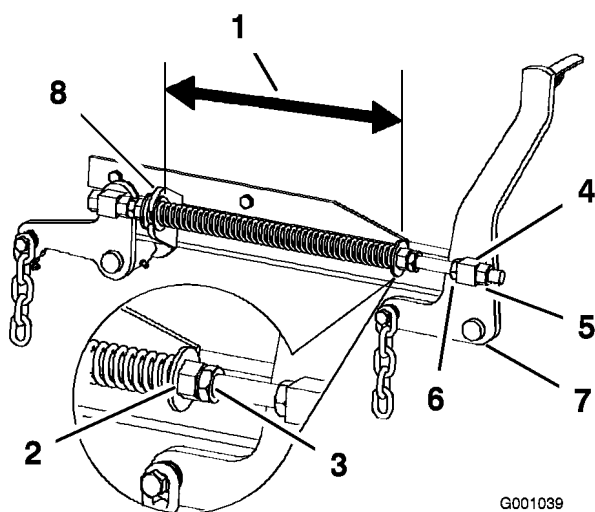

Figure 63
2. Vérifiez que les deux grandes rondelles sont espacées de 28,2 cm (11-1/8 po) pour les plateaux de coupe de 52 pouces, et de 26,7 cm (10-1/2 po) pour les plateaux de coupe de 60 pouces (Figure 63).
3. Réglez cette distance en desserrant l'écrou de blocage du ressort et en tournant l'écrou devant chaque ressort (Figure 63).
4. Bloquez l'écrou en position en serrant l'écrou de blocage du ressort (Figure 63).